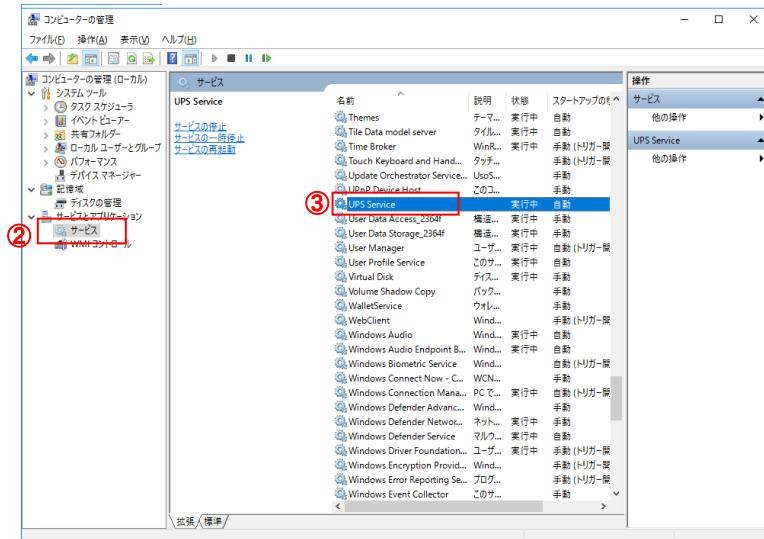

図2-10-4-1. サービスの一覧
- ① コントロールパネルの「管理ツール」をダブルクリックしコンピュータの管理を開きます。
- ② 「サービス」をクリックし、サービスの一覧を開きます。(図2-10-4-1)